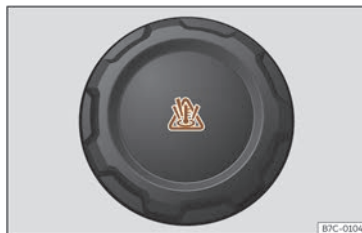

Fig. 200 Vano delantero: tapón del depósito de expansión del líquido refrigerante.
- El depósito de expansión del líquido refrigerante del motor se reconoce por el símbolo que hay sobre la tapa 🚰 >>> **fig. 200**